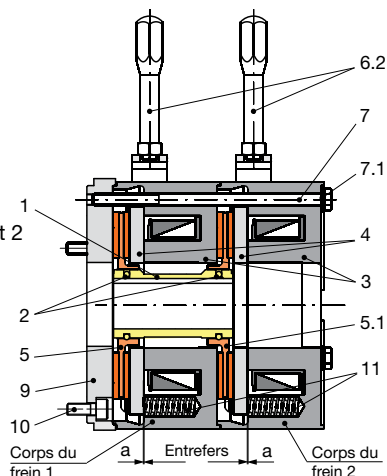

Fig. 1: Type 8020.0_303
Description succincte du montage (fig. 1)
2. Le cas échéant, monter le flasque (9) sur la surface de montage à l'aide des vis à tête cylindrique (10) (respecter le couple de serrage selon le tableau 1).
4. Glisser à la main et en pressant légèrement le rotor 1 (5) sur le moyeu (1) par dessus les joints toriques (2) (l'épaulement du rotor à l'opposé de la paroi de la machine ou du flasque).
5. Placer le frein 1 sur le moyeu (1) et sur l'épaulement du rotor 1 (5) (les trous de fixation doivent être alignés avec les trous filetés du flasque (9) ou de la paroi de la machine).
6. Glisser à la main et en pressant légèrement le rotor 2 (5.1) sur le moyeu (1) par dessus les joints toriques (2), jusqu'en butée des garnitures de friction du rotor 2 (5.1) sur le frein 1 (l'épaulement du rotor en direction de la machine ou du flasque).
7. Placer les vis à tête hexagonales (7) dans les alésages du frein 2. Ensuite les introduire dans le corps du frein 1 (fig. 1) et les visser à la paroi de la machine ou au flasque. Serrer uniformément les vis à tête hexagonale (7) à l'aide d'une clé dynamométrique au couple de serrage selon tableau 1.